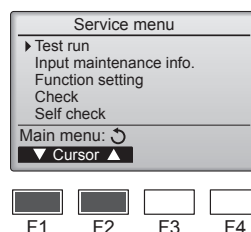

Fig. 7-1
- (1) Selecione "Test run" (Testar funcio.) no menu Serviço e prima o botão [OK]. (Fig. 7-1)